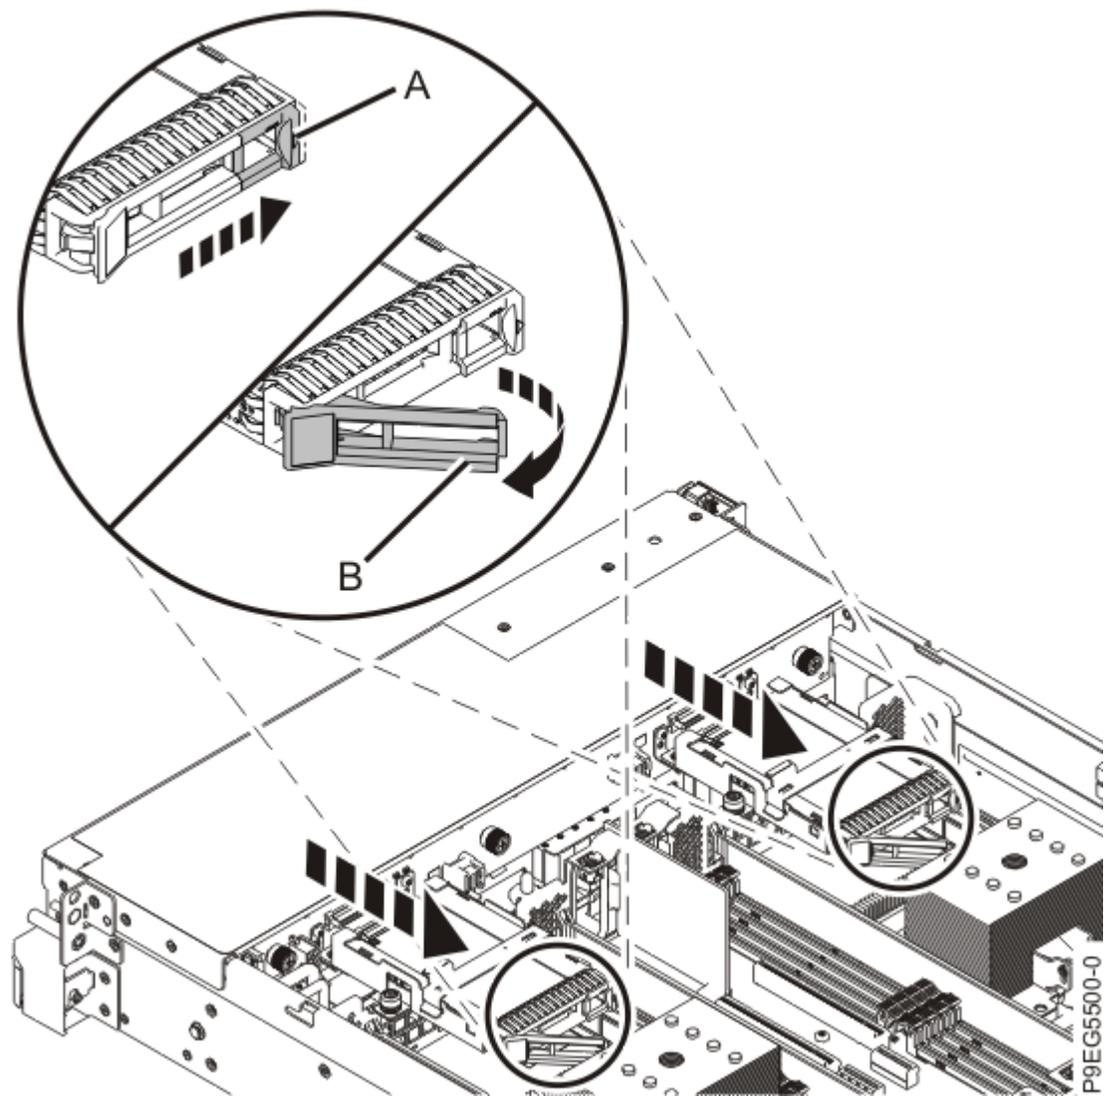

Figure 7. Déverrouillage de l'unité
b) Appuyez sur l'onglet de l'unité **(A)** afin de libérer le levier d'unité **(B)**, comme illustré dans la Figure 7, à la page 9.